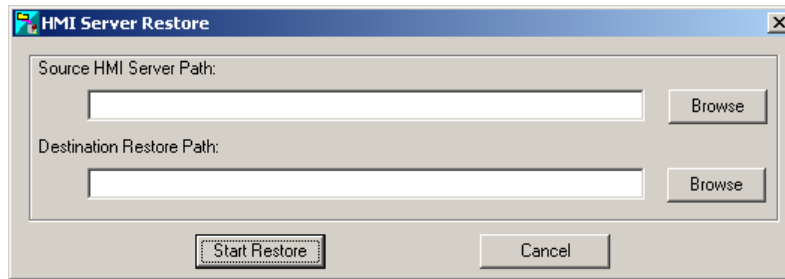

Figura 26. Selección de HMI a Restaurar
- Haciendo click en el segundo botón "Restore HMI Server" se mostrará la interfaz de restauración de HMI Server, como se muestra en la Figura 26. Esta interfaz está compuesta, además de dos botones de edición dos botones *Browse* que permiten seleccionar el HMI Server que se desea restaurar y la ruta en la cual se desea restaurar el proyecto.